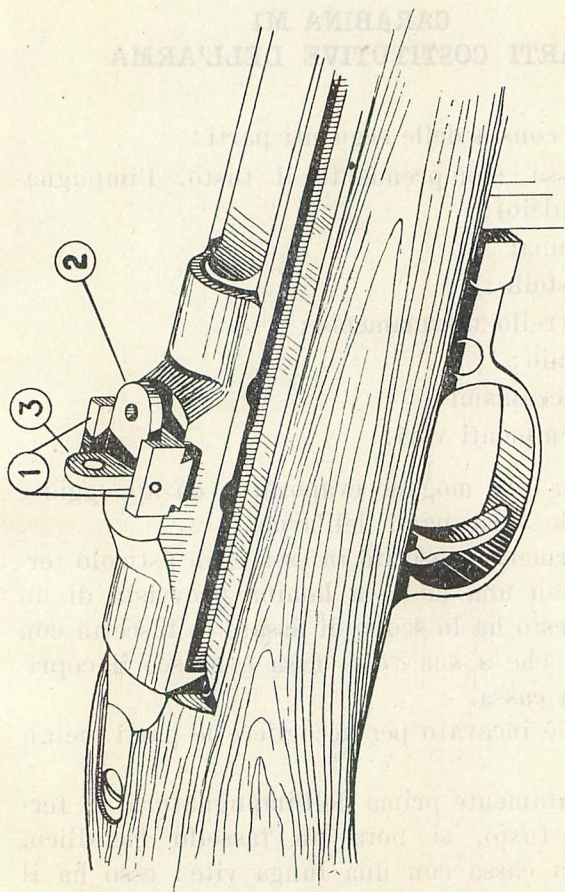

FIG. 4. - Alzo tipo L.
(1) Alcuni esemplari delle carabine M1 e le carabine M1A1 sono provviste dell'alzo a fogliette tipo L, con due tacche di mira, una relativa alla distanza di 150 yards (la più bassa) e l'altra relativa alla distanza di 300 yards (fig. 4).